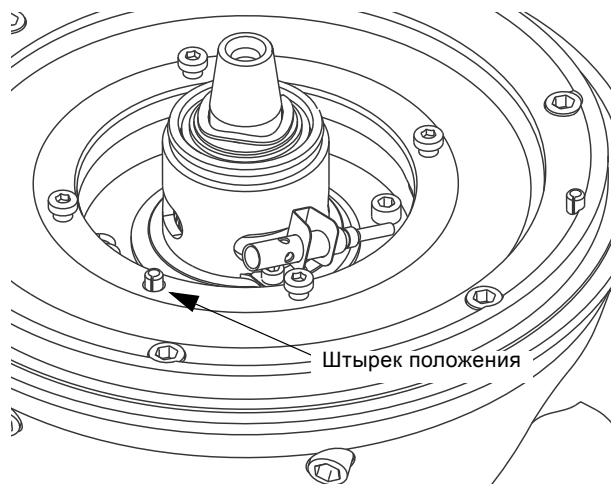

Рис. 20 Положение крышки масляной камеры
- Установите крышку масляной камеры (поз. 58) в соответствии со штырьком положения, см. рис. 20, и затяните винты (поз. 187). См. раздел 6. *Моменты затяжки и смазочные материалы.*
- Установите крышку масляной камеры (поз. 58) в соответствии со штырьком положения (см. рис. 20) и затяните винты (поз. 187). См. раздел 6. *Моменты затяжки и смазочные материалы.*